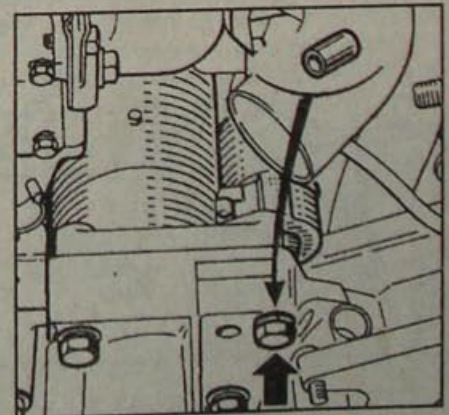

Рис. 15.15. Место расположения центрирующей втулки под болтом (V) при установке стартера
- Проверьте наличие центрирующей втулки, которая обязательно должна находиться в отверстии под болт крепления стартера (рис. 15.15).